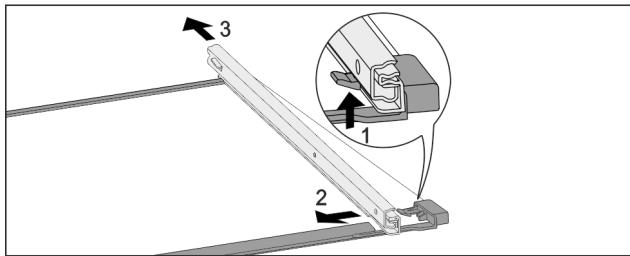

Fig. 194 带轨道的玻璃隔板
- ▶ 向上按前端的锁定钩。Fig. 194 (1)
- ▶ 将牵伸轨推向一侧 Fig. 194 (2)，然后向后 Fig. 194 (3) 推。